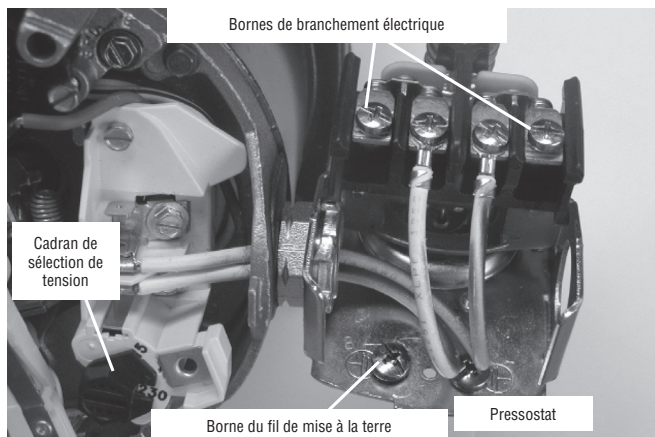

Figure 16 - Tension réglée à 230 V sur sélecteur à cadran
1. Brancher tout d'abord le fil de mise à la terre, comme il est illustré à la Figure 16. Le fil de mise à la terre doit être un fil de cuivre massif d'un diamètre au moins aussi gros que le diamètre des fils de tension.
4. Brancher les fils de tension sur le manostat, comme il est illustré à la Figure 16.